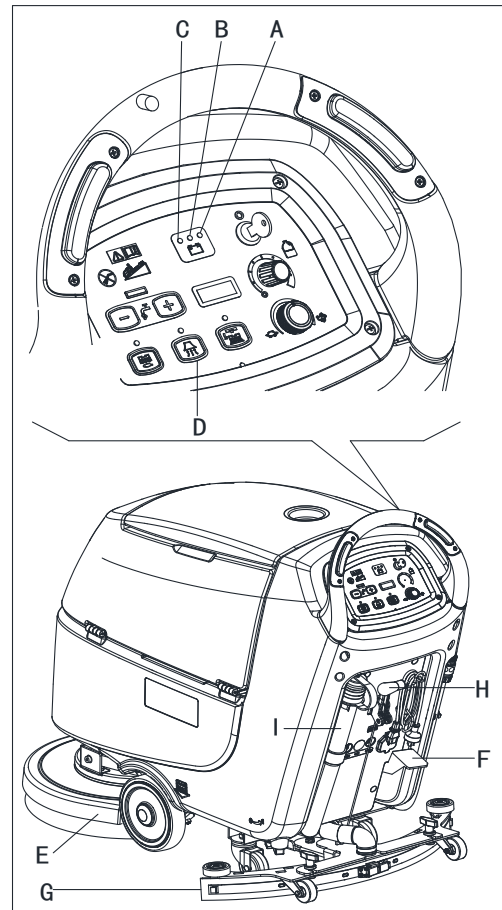
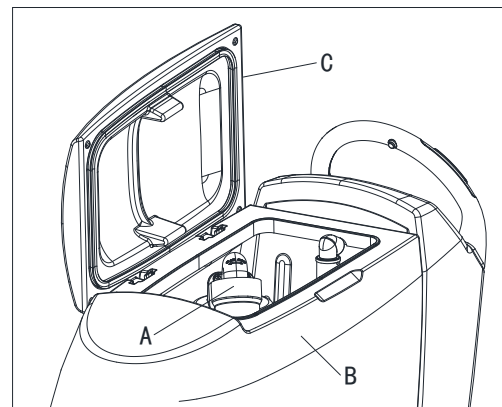

Abbildung 8
Abbildung 9
Eine automatische Schwimmerabschaltung (A, Abb. 9) blockiert das Vakuumsystem, wenn der Schmutzwassertank (B) voll ist. Die Deaktivierung des Vakuumsystems wird durch einen plötzlichen Anstieg der Geräuschfrequenz des Vakuumsystemmotors signalisiert, selbst wenn der Boden noch nicht getrocknet wurde.
Wenn das Vakuumsystem versehentlich abgeschaltet wird (z.B., wenn der Schwimmer wegen einer plötzlichen Bewegung der Maschine aktiviert wird), gehen Sie zur Wiederaufnahme des Betriebs wie folgt vor: Schalten Sie das Vakuumsystem durch Drücken des Schalters (D, Abb. 8) aus, öffnen Sie dann die Abdeckung (C, Abb. 9) und prüfen Sie, ob der Schwimmer im Inneren des Gitters (A) sich auf Wasserhöhe befindet. Dann schließen Sie die Abdeckung (C) und schalten Sie das Vakuumsystem durch Drücken des Schalters (D, Abb. 8) ein.
Wenn der Schmutzwassertank (B, Abb. 9) voll ist, entleeren Sie diesen nach dem folgenden Verfahren.
2. Heben Sie das Deck des Bürsten-/Pad-Halters (E, Abb.8) an, durch Betätigen des Pedals (F).
3. Heben Sie den Abziehgummi (G) mit dem Hebel (H) an.
5. Entleeren Sie den Schmutzwassertank mit dem Schlauch (I).
Spülen Sie dann den Tank (B, Abb. 9) mit sauberem Wasser aus.